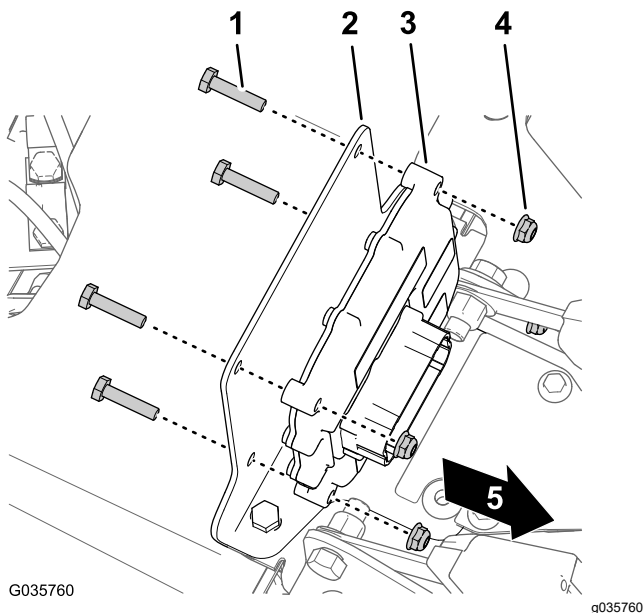

Figura 31
- Pentru mainile fabricate în 2015 i anterior** – localizai capacul knockout între jumătăile centurii de sigurană pentru operator i pasager i îndepărtai-l de la baza consolei (Figura 31).
3. Montai controlerul electronic pe suportul de montare (Figura 31) folosind 4 uruburi ($\frac{1}{4} \times 1 \frac{1}{8}$ ") i 4 contrapiulie ($\frac{1}{4}$ ").